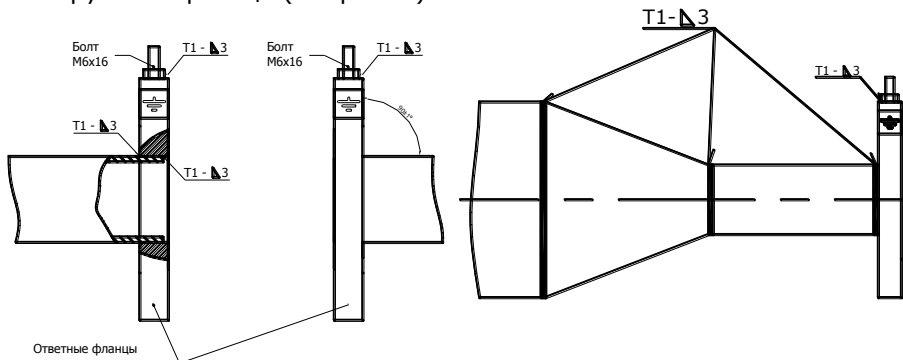

Рис.5
следует приваривать таким образом, чтобы после установки ППР ось электродов ППР лежала в горизонтальной плоскости (допустимое отклонение от линии горизонта  $\pm 10^\circ$ ). При монтаже ответных фланцев необходимо приварить болт заземления к верхней части монтируемого фланца (см. рис. 5).
**ВНИМАНИЕ!!!** На датчики расхода, монтаж которых выполнен с нарушением требований ГОСТ 12820-80 (соединение труба-фланец), гарантийные обязательства не распространяются (см. Рис. 5а).
Рис.5а